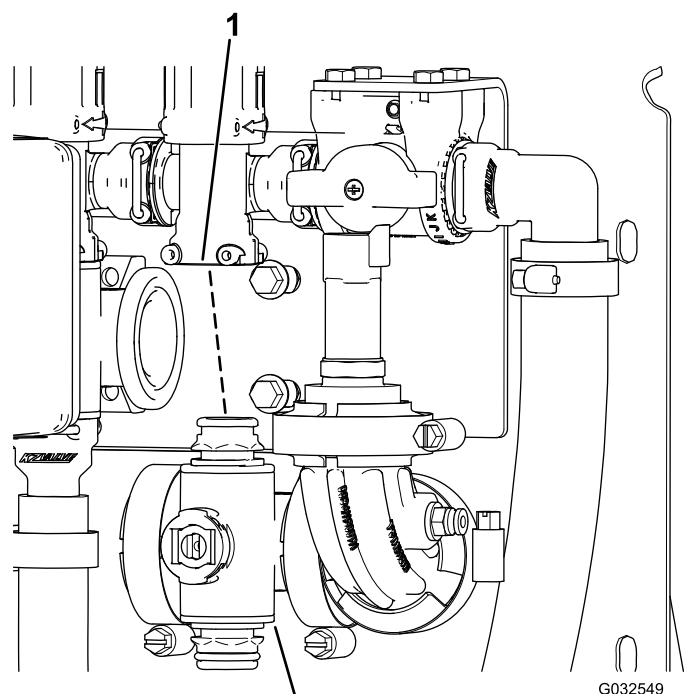

Figure 104
3. Déposez le collecteur de vanne de section de la machine (Figure 104).